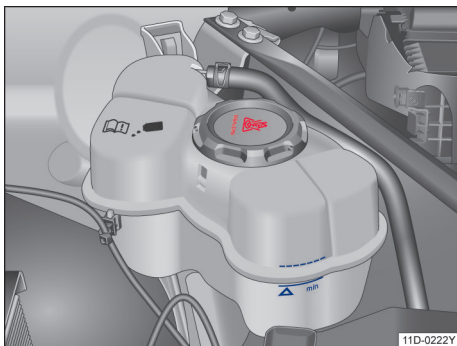

图 154 冷却液补偿容器上的液位标记
- 电驱动装置处于冷态时检查冷却液液位是否在补偿容器侧面的标记范围内 → 图 154。
1. 在电驱动装置处于冷态时通过冷却液补偿罐的侧面标记检查冷却液液位 → 图 154。冷却液液位必须在标记区域内。
3. 如果在冷却液膨胀罐再也看不到冷却液，不要添加冷却液 → ①。